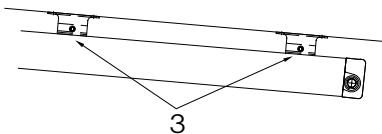

Abb. 27: Klemmschrauben Führungsschienenhalter
- » Stimmt die Diagonale/Breite nicht, lockern Sie die Schrauben (1, 2 u. 3–Abb. 27) und verschieben Sie die Markise auf das richtige Maß. Ziehen Sie die Schrauben dann wieder fest.